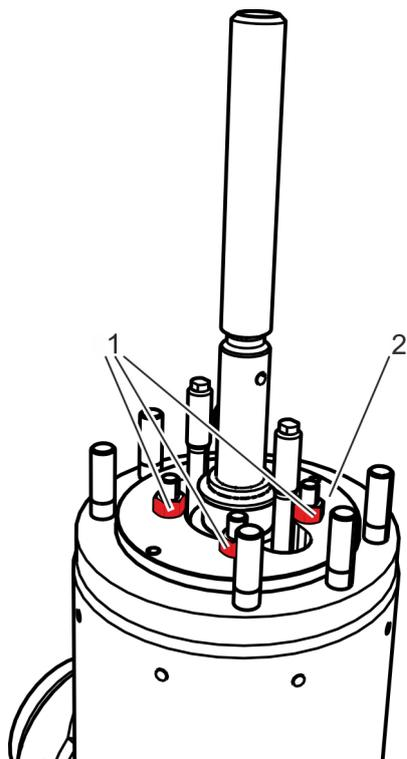

Fig. 33: Enroscar las tuercas de la tapa de fijación
**20.** Coloque la tapa de fijación (Fig. 33/2) desde arriba en caso necesario.
Atornille la tapa de fijación (Fig. 33/2) a los espárragos roscados con las tuercas (Fig. 33/1) siguiendo el esquema en cruz.